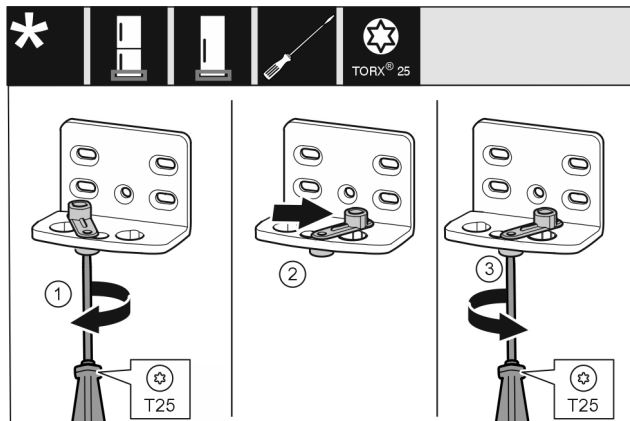

Fig. 16
- ▶ Открутите винт отверткой T25. Fig. 16 (1)
- ▶ Приподнимите фиксатор двери и поверните в отверстия на 90° направо. Fig. 16 (2)
- ▶ Затяните винт отверткой T25. Fig. 16 (3)